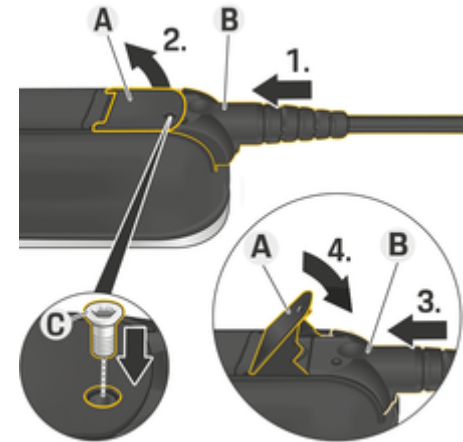

Abb. 16: Kabel befestigen und Stecker fixieren
- ✓ Hebel **A** (Abb. 16) ist geschlossen.
1. Stecker **B** (Abb. 16) bis zum ersten Widerstand in die Bedieneinheit einschieben.
2. Hebel **A** (Abb. 16) anheben.
3. Stecker **B** (Abb. 16) vollständig einschieben.
4. Hebel **A** (Abb. 16) schließen.
5. Stecker **B** (Abb. 16) mit der Schraube **C** (Abb. 16) an der Bedieneinheit festschrauben.